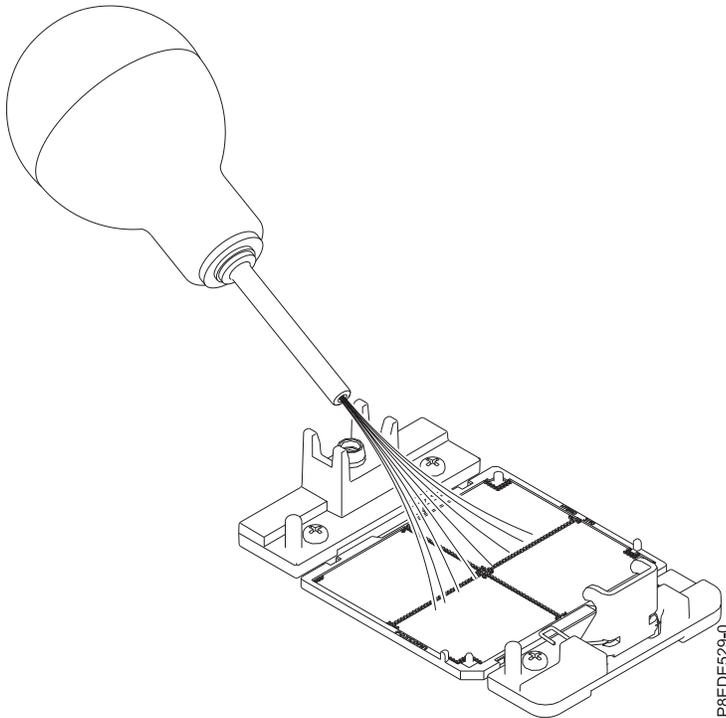

Figura 98. Eliminación de polvo y restos de suciedad del zócalo del procesador del sistema
- a. Si hay polvo o restos de suciedad en el zócalo del procesador del sistema, utilice la bomba de aire proporcionada (número de pieza 45D2645) para limpiar el zócalo. Sople pequeñas ráfagas de aire desde el centro hacia los lados del zócalo, tal como se indica en Figura 98 en la página 90.